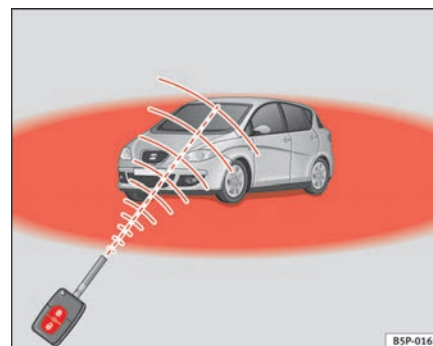

Fig. 65 Raggio d'azione del telecomando
- Il telecomando funziona soltanto se azionato all'interno del suo campo d'azione ⇒ pag. 103, fig. 65 (settore rosso).